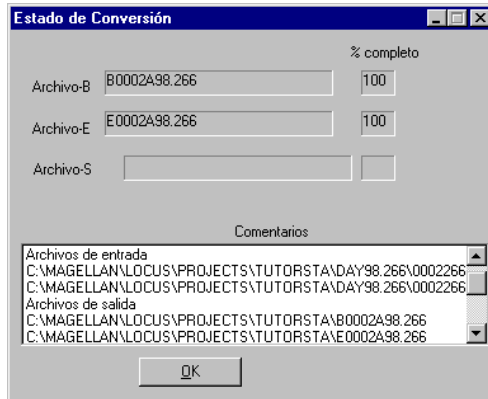

Figura B.5. Cuadro de Diálogo Estado de Conversión
7. Haga click en **COMENZAR** para convertir los archivos RINEX seleccionados a formato Ashtech. Se abre el cuadro de diálogo **Estado de Conversión** (Figura B.5).